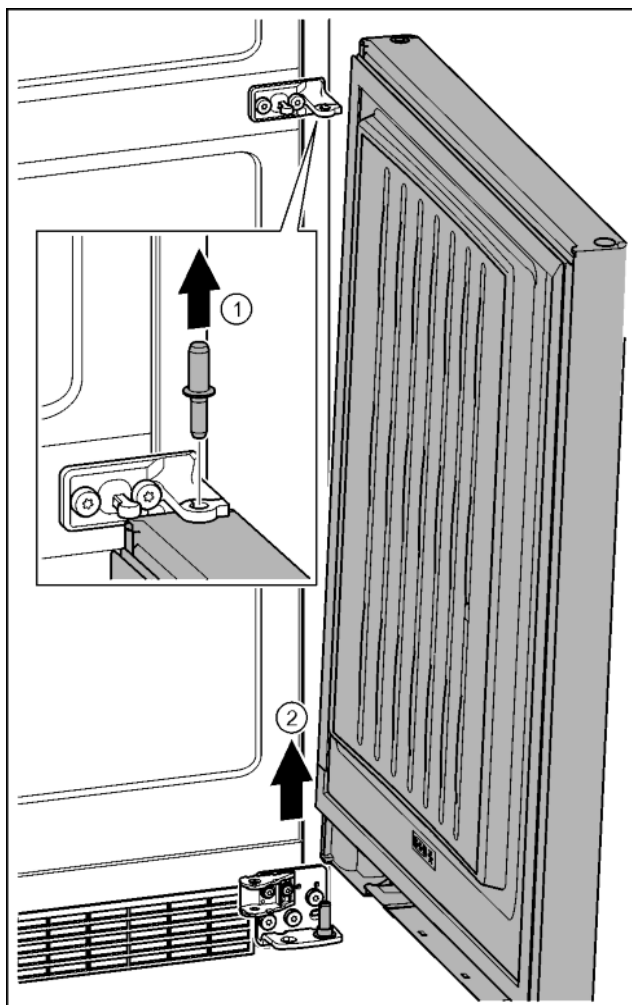

Fig. 22
- ▶ Извлекать пальцы движением вверх. Fig. 22 (1)
- ▶ Отклонить дверь, приподнять вверх и отставить в сторону. Fig. 22 (2)